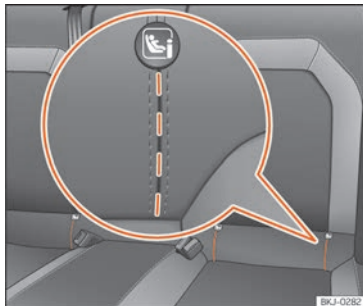

Fig. 35 Bancheta din spate: deschideri decupate pentru accesarea inelelor de ancorare ISOFIX/iSize.
Amplasarea punctelor de ancorare ISOFIX sau i-Size este indicată printr-un simbol »» fig. 35. În anumite autovehicule, inelele sunt fixate de cadrul banchetei, iar în altele acestea sunt prinse în podeaua din spate.
- Deschideți mai întâi secțiunea decupată din spatele canalelor marcate, pentru a accesa inelele de asigurare »» fig. 35.